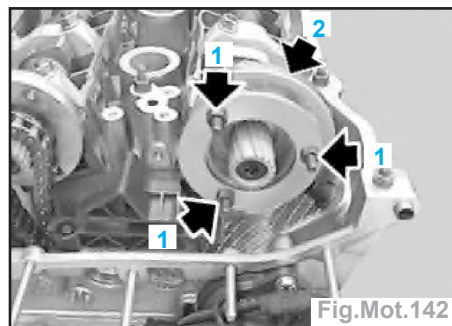

Fig.Mot.142
- Extraire les broches filetées (flèches 1) côté admission (Fig.Mot.142).
- Poser la couronne du capteur (flèche **2**) sur l'arbre à cames d'admission (Fig.Mot.142).